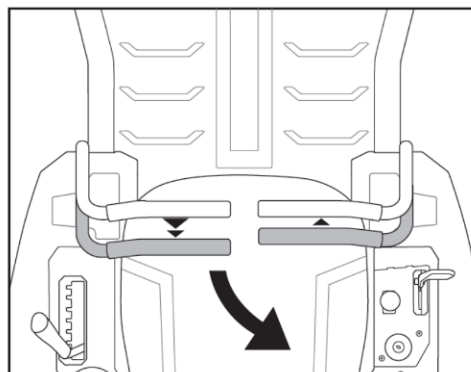

Fig.18B
2. För att svänga åt vänster medan du kör baklänges flyttar du den högre spaken för drivningskontroll framför vänstre spaken. (Fig. 18B)